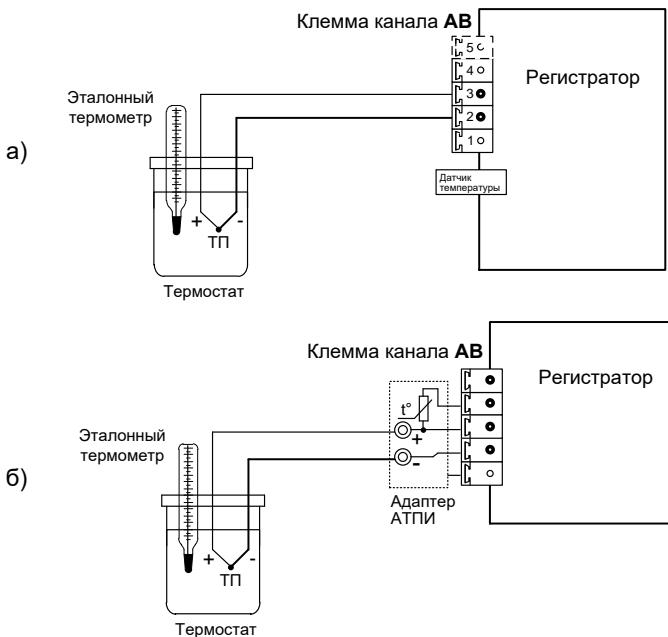

Рисунок 3.1 Схема подключения регистратора при определении погрешности компенсации значения температуры ХС:
* Регистратор может комплектоваться адаптерами для компенсации Txс АТПИ (стр. 5), поверка компенсации Txс в этом случае проводится с указанием в поле «Изм-е Txс» номер того канала, к которому подключен соотв. адаптер (см. рисунок 3.1).